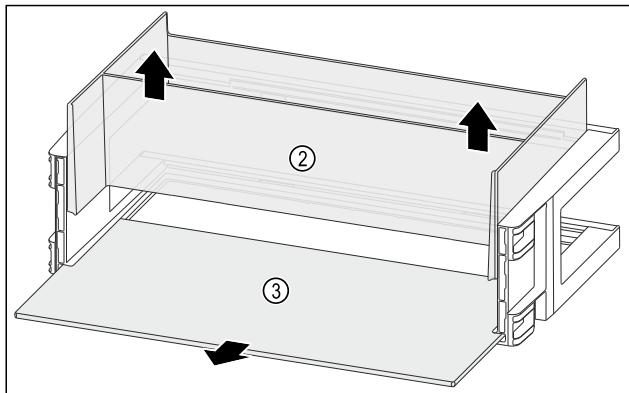

Fig. 93
- Organizér Fig. 93 (2) vyjměte nahoru.
- Odkládací plochu Fig. 93 (3) odeberte.